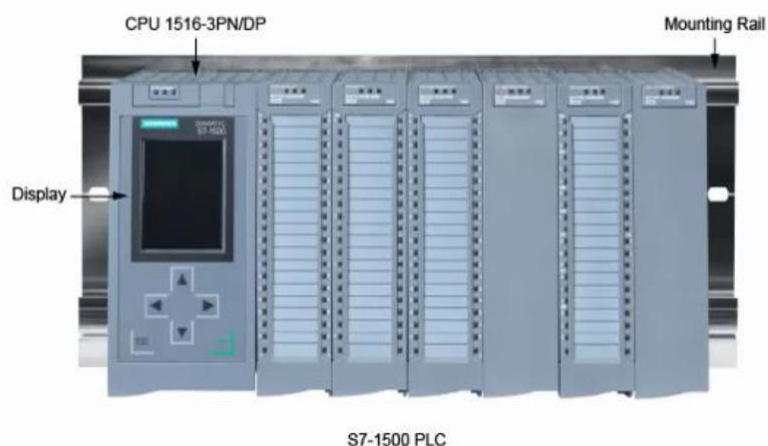

Рисунок 1.7 – ПЛК S7-1500
ПЛК SIMATIC S7-1500 (рис. 1.7) забезпечують надзвичайно швидкий час відгуку для оптимальної якості управління та найвищої продуктивності системи. Процесори SIMATIC S7-1500 доступні в стандартній і безвідмовній (F) версіях.